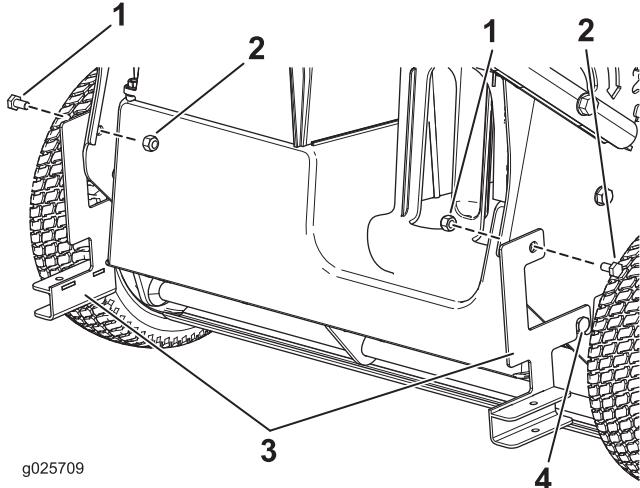

Figura 1
- Afloje el perno que está situado cerca de la rueda trasera derecha (Figura 1).
- Monte el soporte derecho en el lado derecho del cortacésped usando un perno y una tuerca. Apriete el perno a 13.5 N·m (10 pies-libra) (Figura 1).
- Apriete el perno que aflojó en 1 a 17.6 N·m (13 pies-libra) (Figura 1).